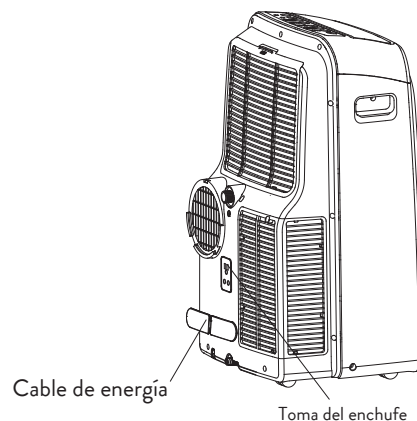

Fig. 21
- Detener el aparato y desconectarlo, envolver el cable y sujetarlo con una cinta (Fig. 21). Quitar las baterías del control remoto.